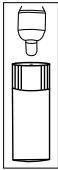

Figura 3B
- 3. Coloque brevemente a ponta da sonda perto do orifício pequeno, como mostrado na Figura 3B até que um alarme sonoro seja gerado. Esta será uma indicação de que a unidade está funcionando corretamente. Feche novamente o frasco com o tampão de vinil removido anteriormente e volte ao estojo.